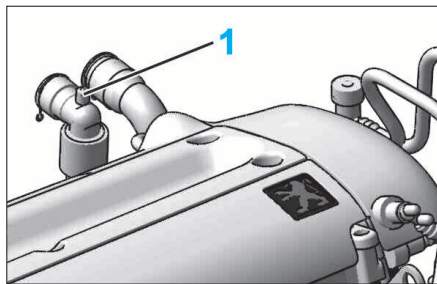

FIG. 33
- Ouvrir la vis de purge (1) sur la durit du radiateur de chauffage (Fig.33).